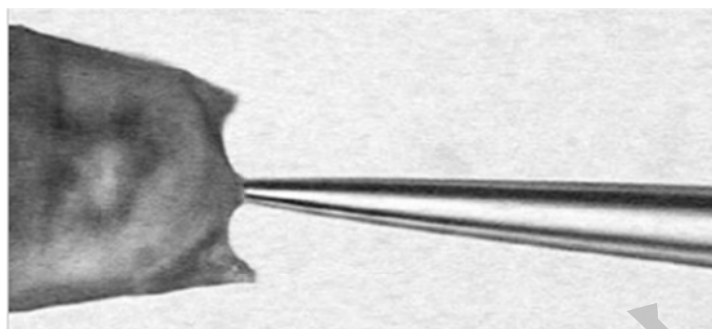

图 2.11 微电极灌注过程
- (8) 用显微镜观察，并轻轻推动注射器，使电解液逐渐充满玻璃微电极尖端。推动过程中可以将微电极与 LIX 载体远离，防止微电极移动位置造成的损坏。然后立即小心地将微电极尖端与 LIX 的凸液面相接触（图 2.11），如果延时过长，可能造成电解液蒸发，结晶堵塞尖端。